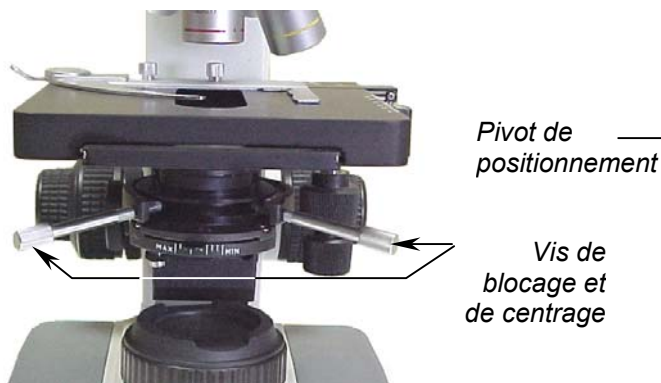

Fig. 2
- c. Dévisser les vis de blocage du condenseur qui servent aussi à le centrer (Fig. 2).
4. Centrer le condenseur en utilisant les deux vis de blocage et centrage (fig.2) ce qui centrera en même temps le diaphragme de champ.